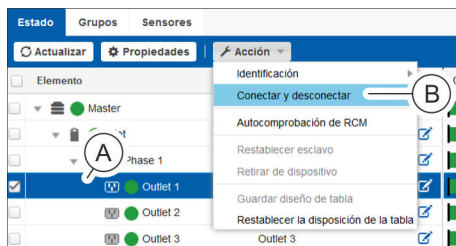

Fig. 102: Menú "Estado" – pestaña "Estado"
2. ➔ En la pestaña "Estado", seleccione el enchufe hembra o el grupo de enchufes hembra que desee (Fig. 102/Ⓐ).
3. ➔ A través de "Acción ➔ Conectar y desconectar" (Fig. 102/Ⓑ), abra la ventana "Conectar y desconectar".